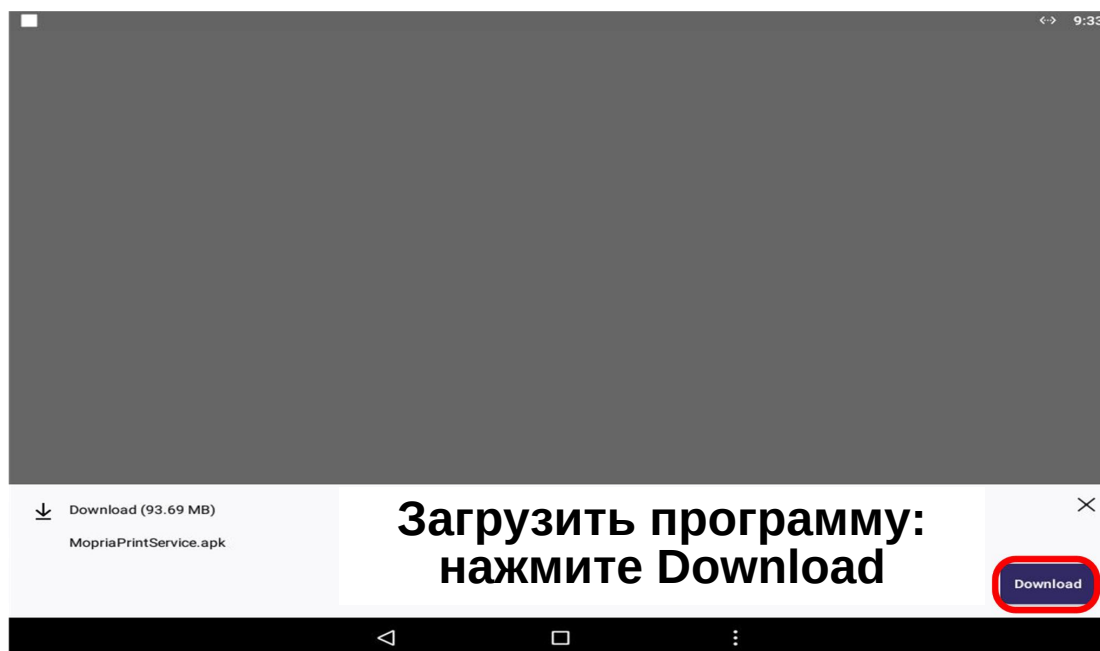

Рисунок 1
2. Установите приложение печати с сайта по шагам на рисунках 1–5. 1) Нажмите Download для загрузки установочного пакета (рисунок 1).